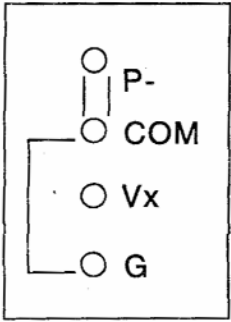

图7 保护端连接
仪器在使用时由于环境共模干扰引起跳字不稳定，这时应将输入、输出低端 (COM) 同仪器保护端 (G) 相联接，如图7示。